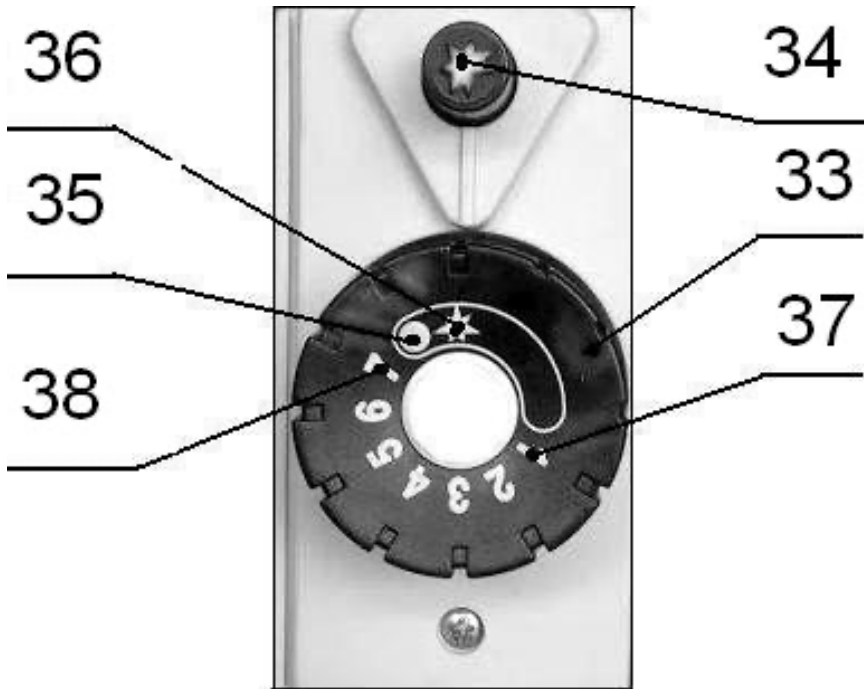

Рис. 1.1(Вид Б)
2.3.2.1 - повернути рукоятку управління 33 проти руху годинникової стрілки в положення (рис.1.1 вид Б);
2.3.4.1 Повернути рукоятку управління 23 до положення (●) (рис.1.1 Вид Б).